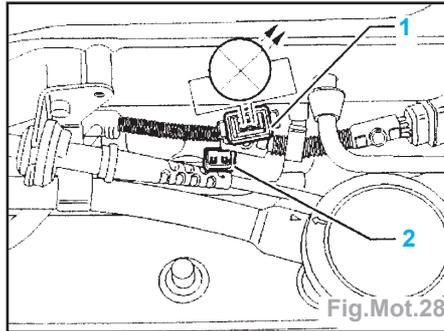

Fig.Mot.28
- Débrancher la fiche (1) du raccord (2) et brancher la lampe témoin à diodes
V.A.G 1 527 avec les câbles auxiliaires de **V.A.G 1594** sur les contacts de la fiche (Fig.Mot.28).